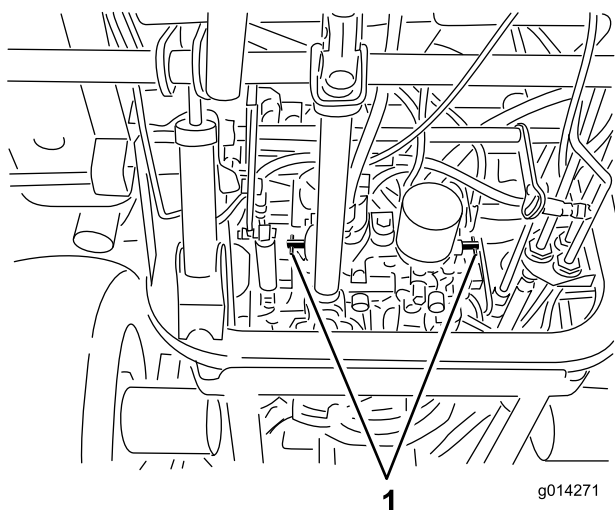

Figura 19
4. Girate ogni valvola di bypass di un giro in senso antiorario (Figura 19).
Girate ogni valvola di bypass di un giro in senso orario e serratela (a una coppia di 8 Nm circa) (Figura 19).